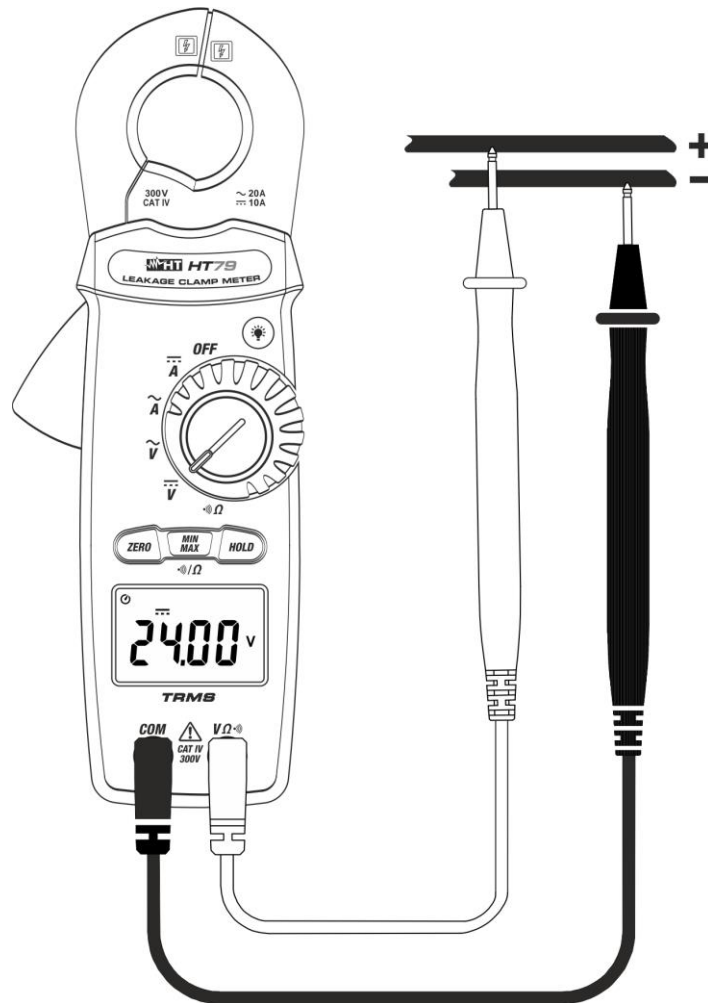

Abb. 4: Verwendung des Gerätes für Gleichspannungsmessung
3. Verbinden Sie die Messleitungen mit den gewünschten Messpunkten des zu messenden Kreises (siehe Abb. 4). Der Spannungswert erscheint auf dem Display.